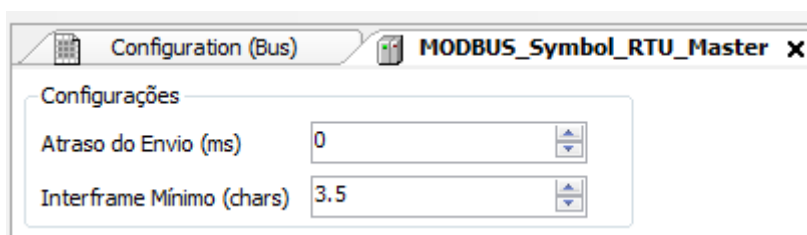

Figura 46: Tela de Configuração Parâmetros Gerais MODBUS RTU Mestre
- Configurar os parâmetros gerais do protocolo MODBUS Mestre, como: tempos de atraso de envio e interframe mínimo como na Figura 46.